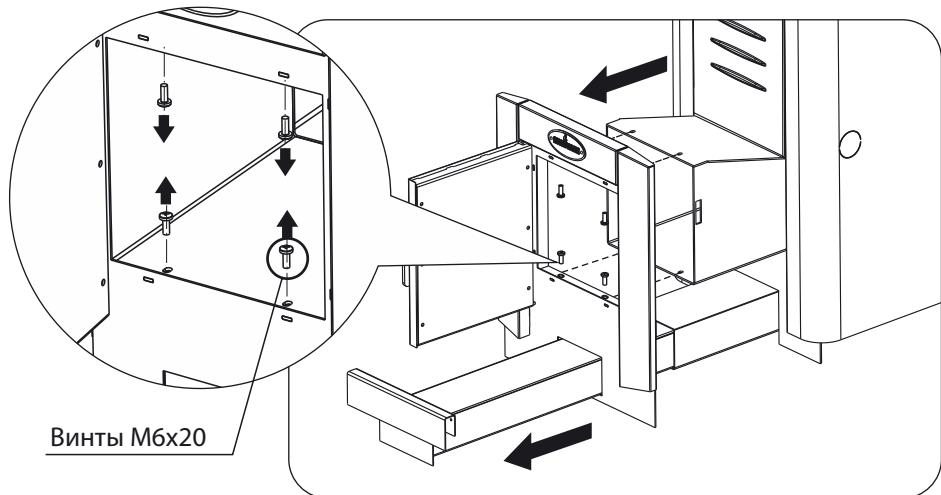

Рисунок 5. Монтаж печи
2. Снять панель выкрутив 4 винта, расположенных в верхней и нижней частях топливного канала (рисунок 5).